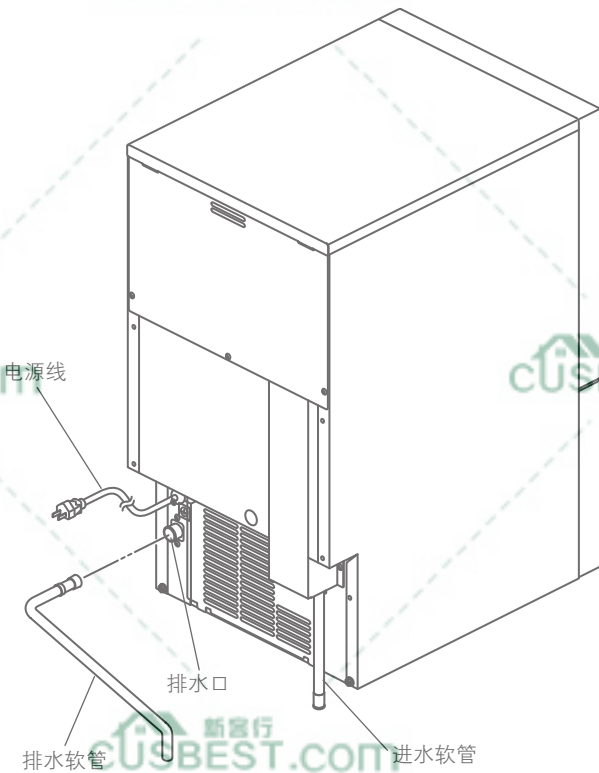

图3
- 2) 如图3所示, 将灰色挠性排水软管(附件)手动紧固到制冰机后方的管接头上, 并确保橡胶密封垫圈已正确就位, 以防止接头漏水。可根据主排水口的位置将排水管剪切到合适的长度。为防止漏水, 请使用软管卡箍将排水软管固定到排水口处。